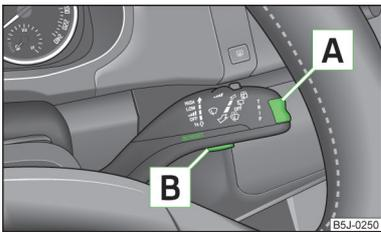

Abb. 22
Das Umschalten der Speicher erfolgt mit der Taste **[B]** » Abb. 22 auf Seite 30 am Scheibenwischerhebel.
Die Wipptaste für die Wahl der Menüpunkte **[A]** » Abb. 22 sowie die Bedientaste **[B]** befinden sich am Scheibenwischerhebel.
» Kurz auf die Wipptaste **[A]** » Abb. 22 oben oder unten drücken. Dadurch werden die einzelnen Menüpunkte der Multifunktionsanzeige nacheinander geöffnet.
» Die Taste **[B]** » Abb. 22 antippen.
» Die Taste **[B]** » Abb. 22 länger drücken.
- Mit der Taste **A** » Abb. 22 auf Seite 30 den Menüpunkt **Warnung bei (MAXI DOT-Display)** bzw. ☹ (Segmentdisplay) wählen.